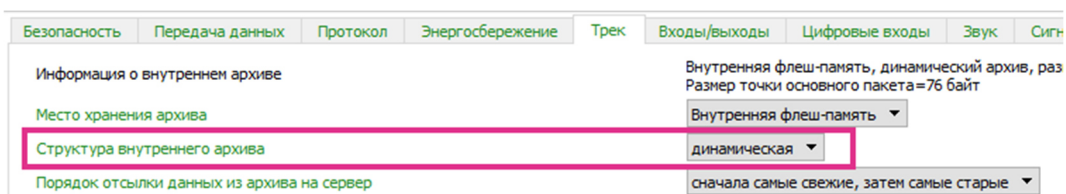

Рис. 5
1. перейдите на вкладку «Трек» Конфигуратора, установите динамическую структуру хранения архива (Рис. 5);